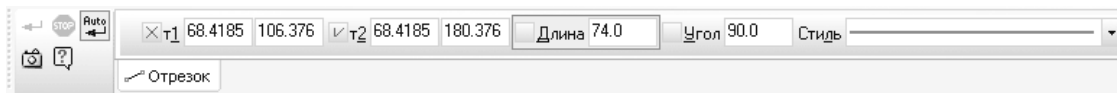

Рис. 1.5. Параметры команды ввода отрезка на панели свойств
- *Панель свойств* – на данной панели отображаются вкладки с настройками и свойствами, доступными для редактирования при выполнении команд (создания операций). Например, при рисовании отрезка в графическом документе на этой панели появятся поля для ввода координат его начальной и конечной точек, длины, угла наклона и раскрывающийся список типов линий, которыми он может быть отображен (рис. 1.5). Набор элементов управления, отображаемых на панели свойств, отличается для каждой отдельной команды.